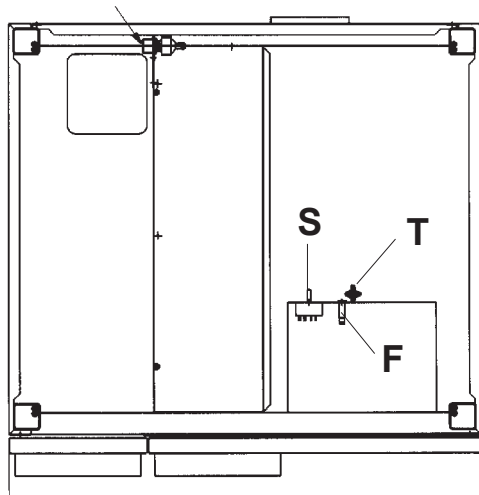

Fig. 3
7.1 Veiligheidsthermostaat kookruimte (fig. 3), bij handmatig herstarten, schakelt deze het verwarmen uit. Bereikbaar door-
7.2 Het apparaat heeft een zekering "F"(fig. 3) (van 5 A F, snelle interventie en een interruptiekracht van 35A) ter bescherming van het hulpcircuit, zie het elektriciteitschema. Deze bevindt zich achter het bedieningspaneel. Bij vervanging de beschermkap losdraaien en het beschadigde deel vervangen voor één van gelijke sterkte. De waarde is aangegeven op het bijbehorende identificatieplaatje.
- Energieregelaar is beschadigd of moet worden afgeregeld doormiddel van het draaien van pin "S" (fig. 3).